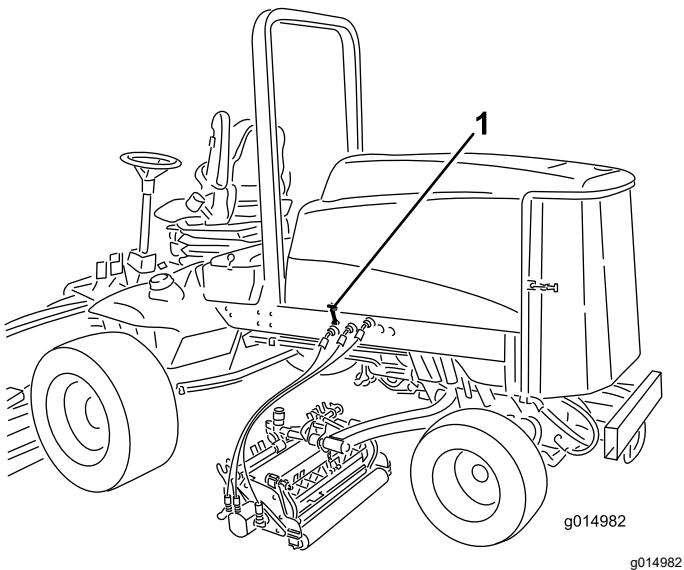

Figure 4
1. Décrochez le verrou du capot de son support (Figure 4).